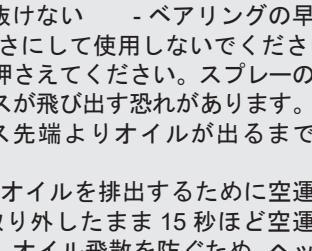

図 24
- 3 パナスプレープラスのノズル部にスプレーノズルを取り付けます（図 24）。